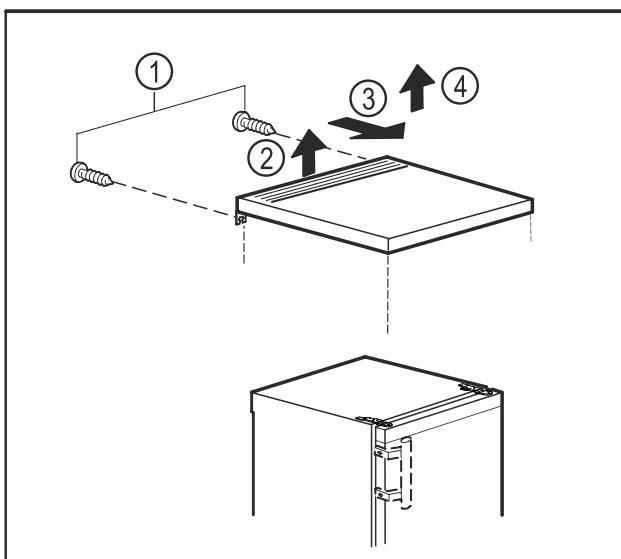

Fig. 10
- Odstranite vijke na zadnji strani. Fig. 10 (1)
- Od zadaj dvignite mizno ploščo. Fig. 10 (2)
- Mizno ploščo potisnite naprej. Fig. 10 (3)
- Mizno ploščo odstranite navzgor. Fig. 10 (4)